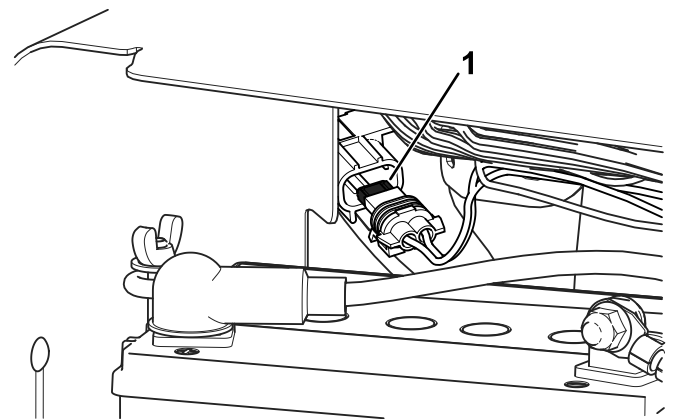

图 162
**注意** 风扇保险丝位于电池后的串联保险丝座图 162。